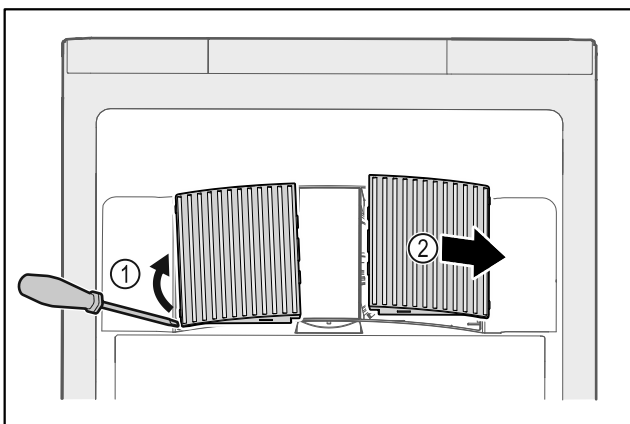

Fig. 126
- ▶ Z boku opatrně vytáhněte ventilátorové kryty Fig. 126 (1) a sejměte je směrem dopředu Fig. 126 (2).